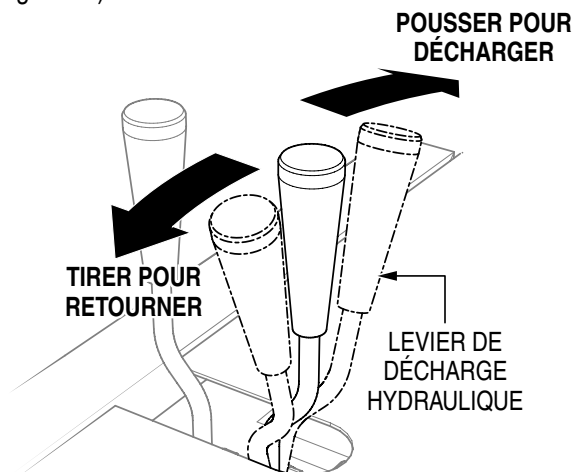

Figure 26. Levier de décharge hydraulique
1. Pousser le levier de décharge hydraulique (Figure 26) vers l'avant pour placer le tambour en position de décharge (Figure 27).